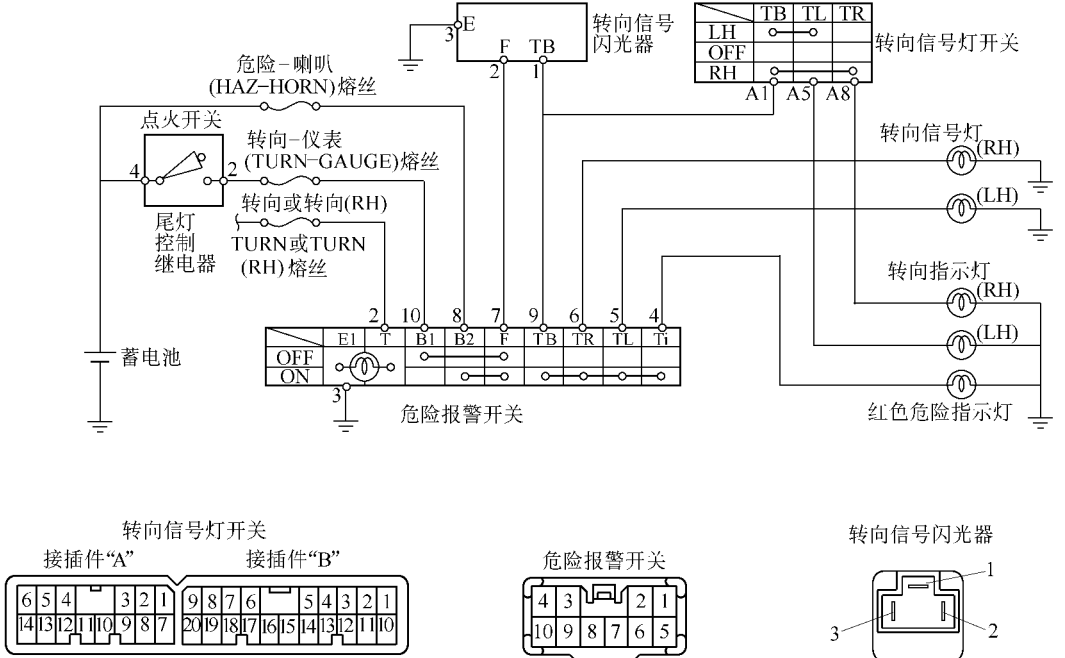

图 18-10 转向信号和危险报警系统配线和接插件图
(4) 转向信号和危险报警系统。其系统配线和接插件如图 18-10 所示。